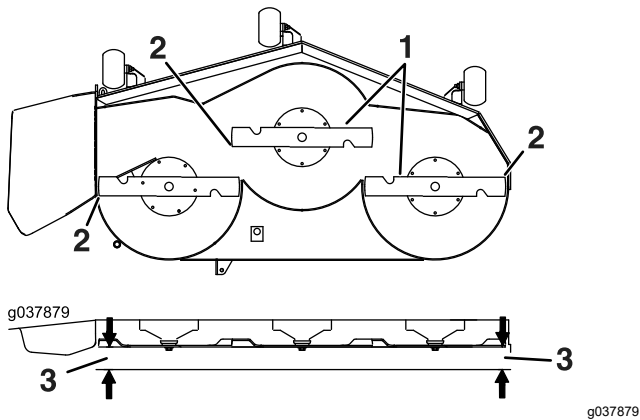

Figura 82
6. Mida entre la punta de la cuchilla y la superficie plana (Figura 82). Si ambas mediciones no están dentro de los 5 mm (3/16"), ajuste la nivelación; siga con este procedimiento.
13. Gire cuidadosamente las cuchillas colocándolas perpendicularmente al sentido de avance de la máquina (Figura 82).